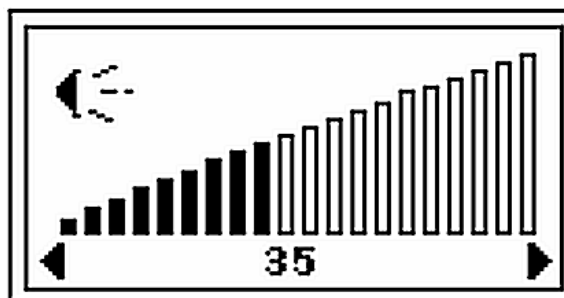

図 2-5 Speaker Volume 構成設定画面
2. **Enter** を押すと構成画面が表示されます (図 2-5)。